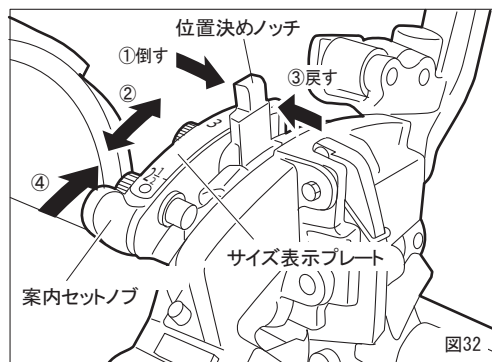
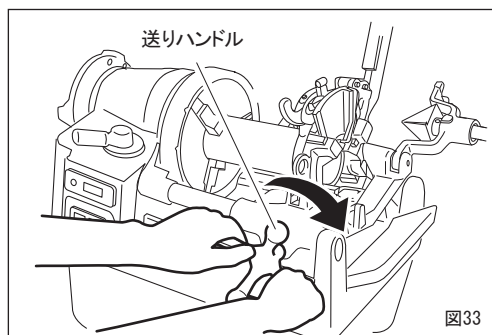

図32
図33
- ①希望するサイズにセットされているか確認してください。サイズ変更をする場合 (図32)
1. 位置決めノッチを図32の矢印①の方向に倒す。
2. サイズ表示プレートに表示されている希望のパイプサイズに位置決めノッチを合わせる。(②)
3. 位置決めノッチを矢印③の方向に倒しながら、ノッチの溝に位置決めピンをはめ込む。
- ②案内セットノブを矢印④の方向に押し上げて、ダイヘッドをセットの位置にしてください。スイッチを入れると、オイルはダイヘッドから自動的に注油されます。
- ③送りハンドルを時計方向に回して、パイプにダイヘッドを押しつけ、チェーザを食い付かせてください。(図33)
- ④ねじが3～4山切れればあとは自動的にねじが切れ、ねじが規定の長さになると、切上げレバーによりチェーザが自動的に開きます。
- ⑤送りハンドルを反時計方向へ回してダイヘッドをパイプから離します。